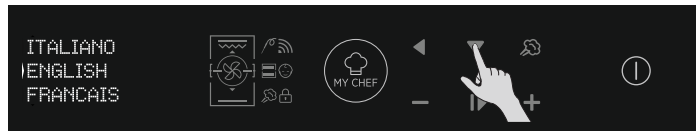

Figure 5
- Entrez dans la section des réglages et sélectionnez votre langue dans les options du menu déroulant (Figure 5).